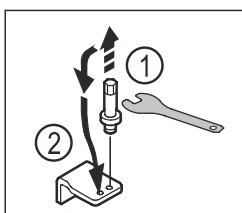

Fig. 21
- S ključem z zunanjim šestkotnikom velikosti 5 odvijte sornik spodnjega ležajnega podstavka. Fig. 21 (1)
- Sornik vstavite na nasprotni strani. Fig. 21 (2)